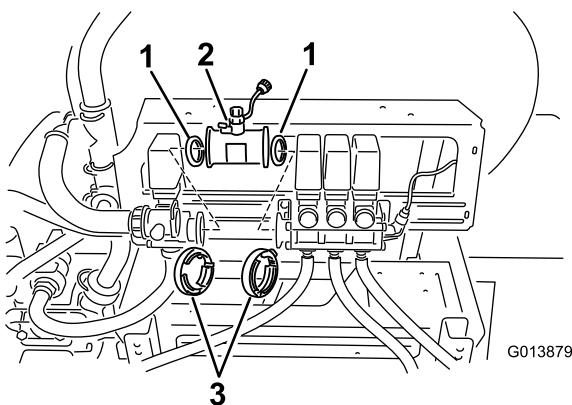

Figura 6
- 6. Installate il flussometro allineato tra i gruppi valvole della barra e dell'agitatore con la freccia indicatrice del flusso rivolta alle tre valvole della barra (Figura 6).
- A. Installate la guarnizione esistente sul lato del flussometro in coincidenza con la valvola dell'agitatore (Figura 6).